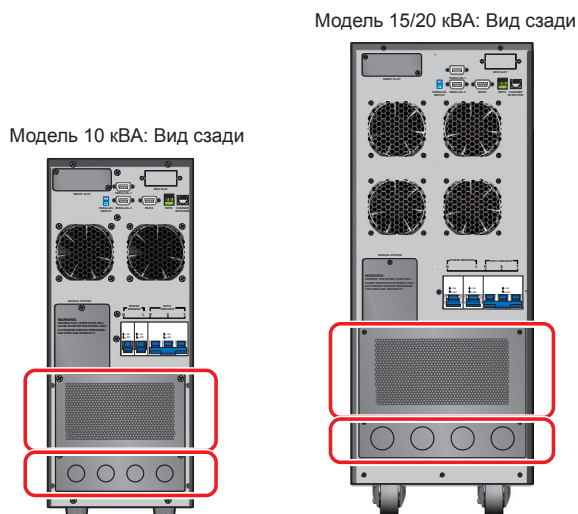
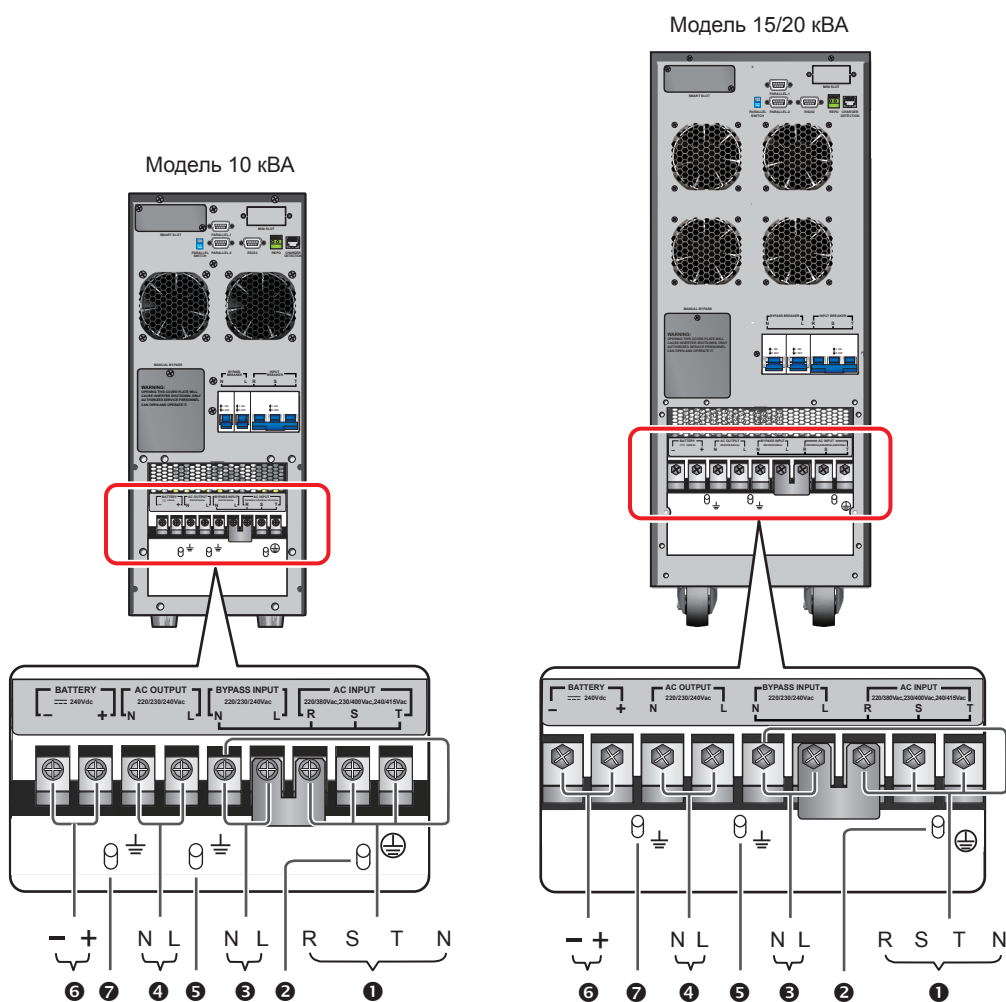

Рис. 6-10. Местоположение защитных панелей
Рис. 6-12. Блок зажимов
- 1 Снимите защитные панели, показанные на **Рис. 6-10**, за ними находится блок зажимов для подключения, представленный на **Рис. 6-12**.
- 2 Уточните по **Рис. 6-12** порядок подключения проводников к зажимам.